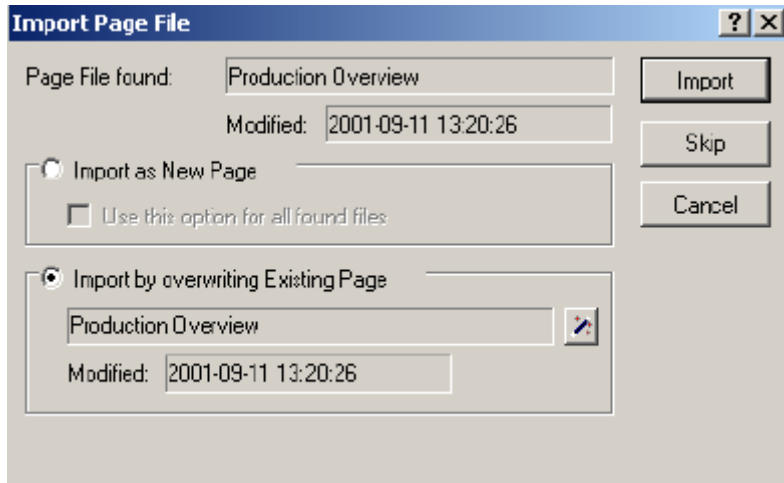

图 4.4: ‘导入界面文件’（Import Page File）对话框
- 在导入界面对话框中点击 ‘Import’ 按钮（如图 4.4）